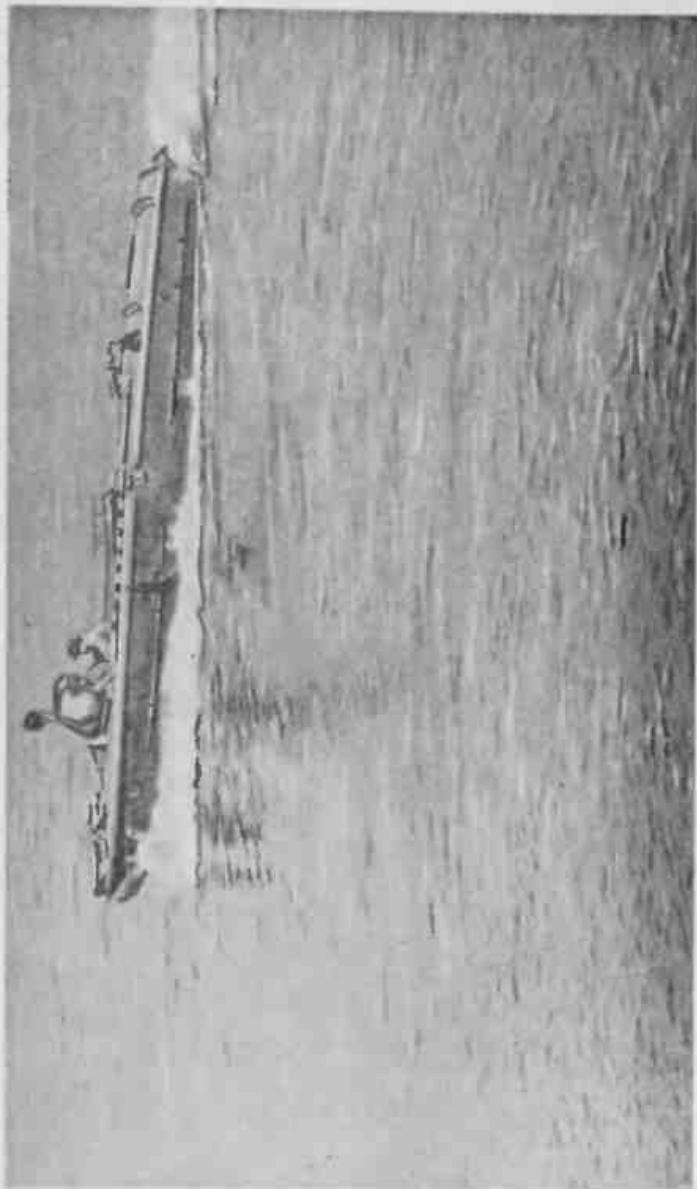

Рис. 1. Катер БМК-150
1. Буксирно-моторный катер БМК-150 (рис. 1) предназначается для обслуживания тяжелого понтонного парка ТПП, а также для выполнения различных вспомогательных работ на переправах.